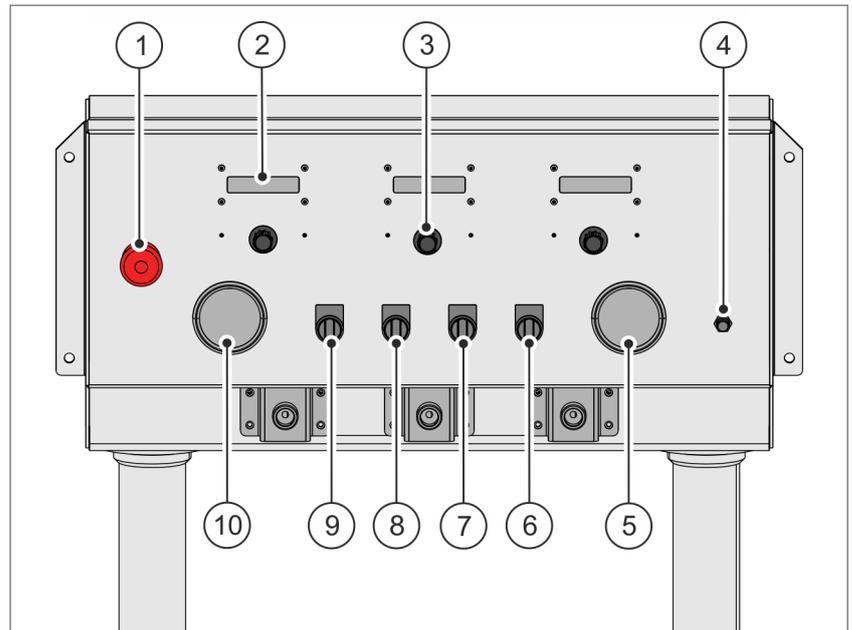

Abb. 8 Bedieneinheit
- ① Not-Aus-Taster ↪ Seite 23
- ② Display ↪ Seite 44
- ③ Drehtaster ↪ Seite 44
- ④ Drosselventil Füllgeschwindigkeit ↪ Seite 44
- ⑤ Manometer CO₂ (0 – 4 bar)
- ⑥ Wahlschalter [Stop/Start] ↪ Seite 42
- ⑦ Wahlschalter [Verkorken Aus/Ein] ↪ Seite 42
- ⑧ Wahlschalter [Vakuum Aus/Ein] ↪ Seite 42
- ⑨ Wahlschalter [Reinigen Aus/Ein] ↪ Seite 42
- ⑩ Manometer Druckluft (0 – 10 bar)
Über die Bedieneinheit wird die Anlage eingestellt und gesteuert. Über die Drehtaster **Abb. 8/③** werden je Abfüllkopf die Füllparameter (z. B. Füllmenge) separat eingestellt. Der eingestellte Wert wird an den Displays angezeigt.
Über das Drosselventil **Abb. 8/④** wird die Füllgeschwindigkeit für alle Abfüllköpfe gleichzeitig eingestellt.
Über die Wahlschalter **Abb. 8/⑥ – ⑨** wird die Anlage gestartet oder gestoppt sowie zusätzliche Funktionen der Anlage zu- oder abgeschaltet.